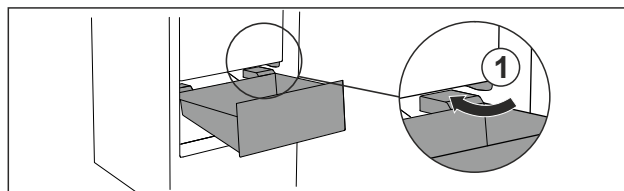

Fig. 87
- Far passare il cassetto intorno ai fermi Fig. 87 (1) inclinandolo.